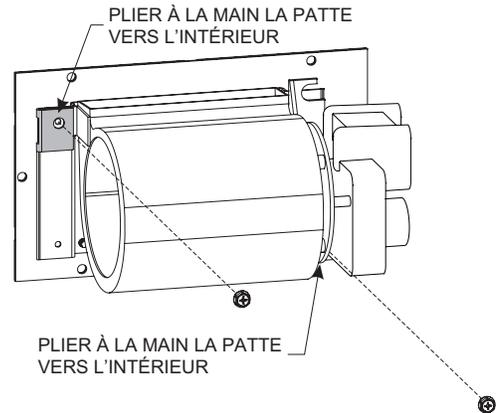

Figure 11
6. Plier la patte, tel qu'illustré à la Figure 11 et la fixer solidement à l'aide de avec deux (2) vis.